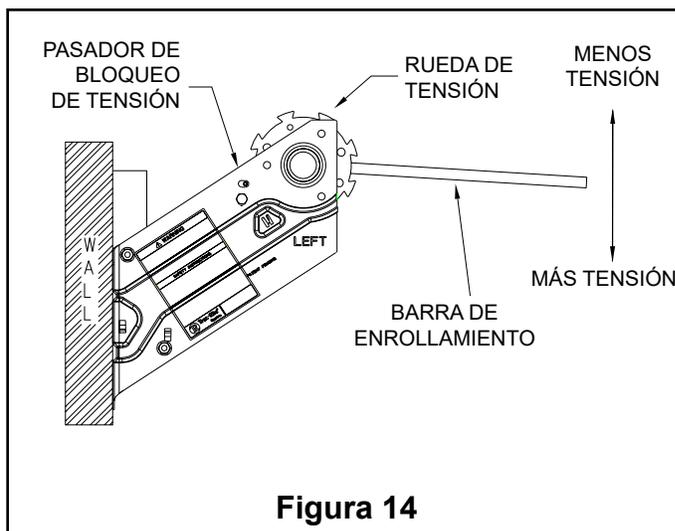

Figura 14
**10.2** Para agregar tensión, inserte la barra de enrollamiento en el orificio rectangular en la rueda de tensión y jale hacia abajo hasta que el trinquete encaje. Muévelo levemente hacia arriba hasta que la rueda dentada se trabaje donde corresponde (véase la Figura 14). Si se necesita más tensión, mueva la barra de enrollamiento al siguiente orificio en la rueda de tensión y repita según sea necesario.